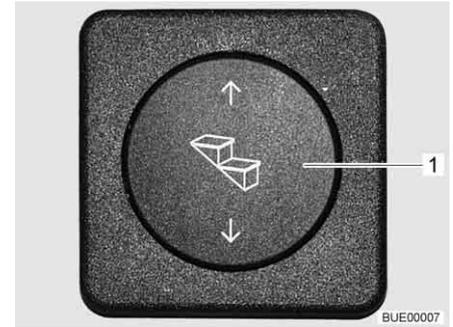

Fig. 11 Tasto di comando dello scalino di ingresso
- Premere verso il basso il tasto di comando (Fig. 11,1) e tenerlo premuto (almeno 3 secondi), fino a che lo scalino di ingresso è stato completamente estratto.
- Premere verso l'alto il tasto di comando (Fig. 11,1) fino a che lo scalino di ingresso è completamente inserito.